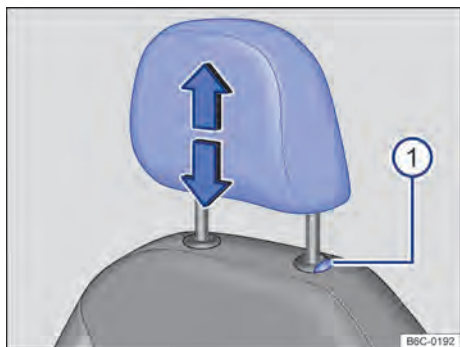

Fig. 65 Apoyacabezas delantero: desinstalar.
- Retirar el apoyacabezas con el botón → fig. 65 ⓘ presionado.
- Empujar hacia abajo totalmente el apoyacabezas con el botón → fig. 65 ⓘ presionado.